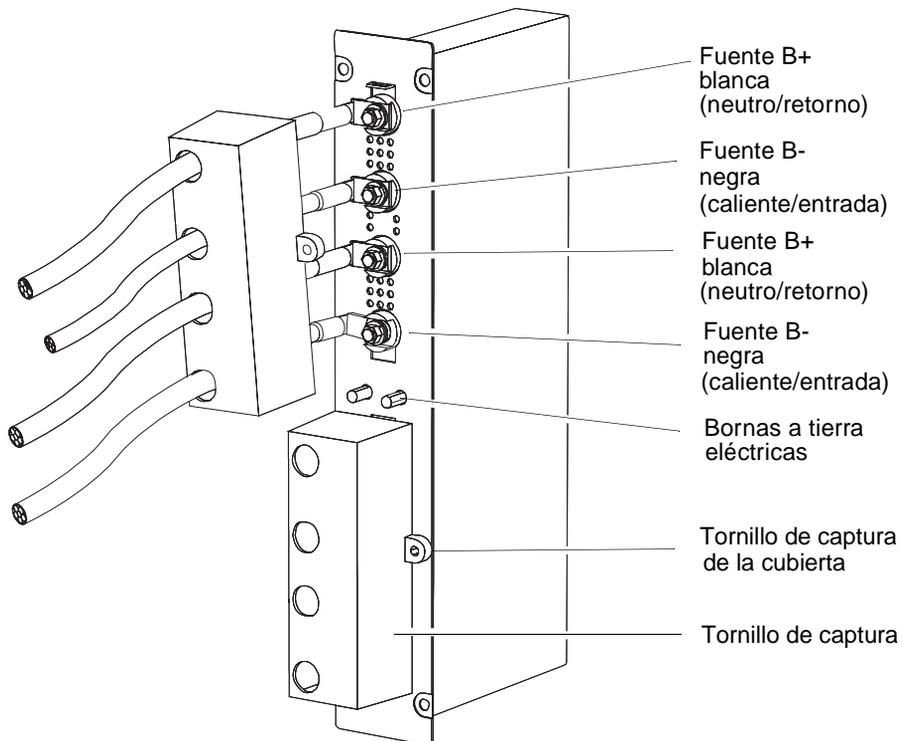

FIGURA 1-21 Cajetín de entrada de alimentación eléctrica de CC con la cubierta de plástico de la Fuente B retirada y los conectores expuestos
2. Retire las cubiertas de plástico del cajetín de entrada de alimentación eléctrica de CC (FIGURA 1-21).
- e. Asegúrese de que se conecta una correa a tierra por cada par de alimentación con las bornas a tierra eléctricas (FIGURA 1-21).